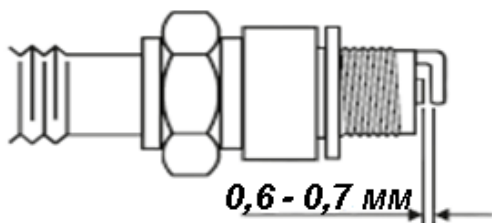

Рисунок 6. Величина зазору між електродами свічки запалювання.
5. Виміряти зазор між електродами у межах 0,6-0,7 мм (рис. 6).